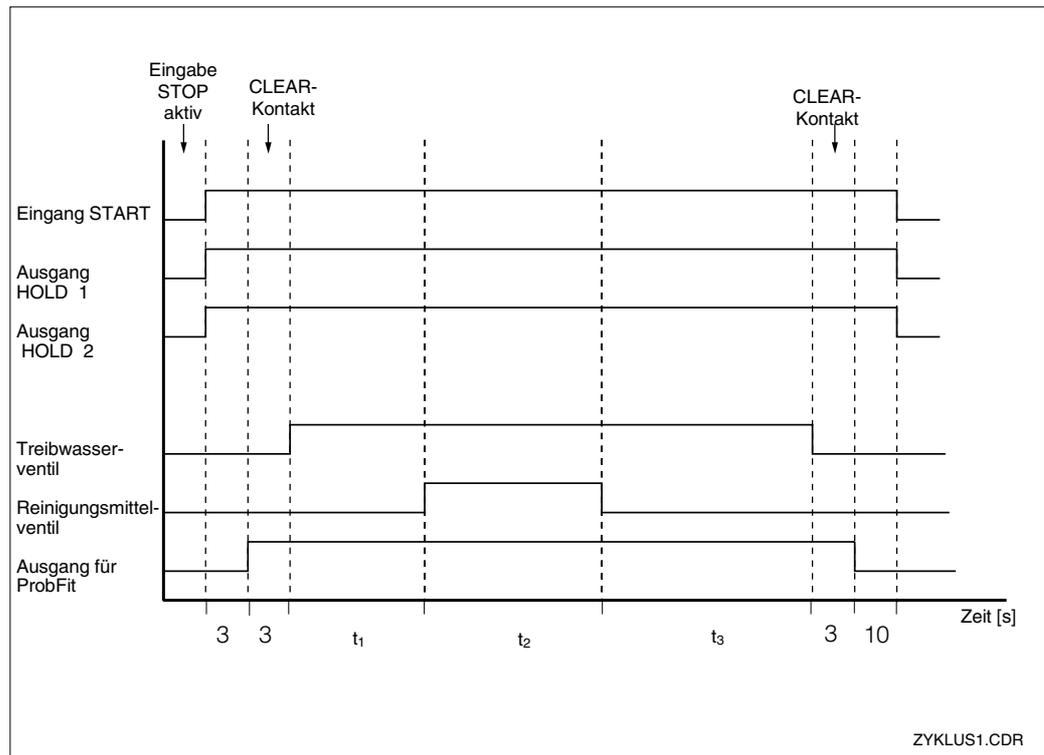
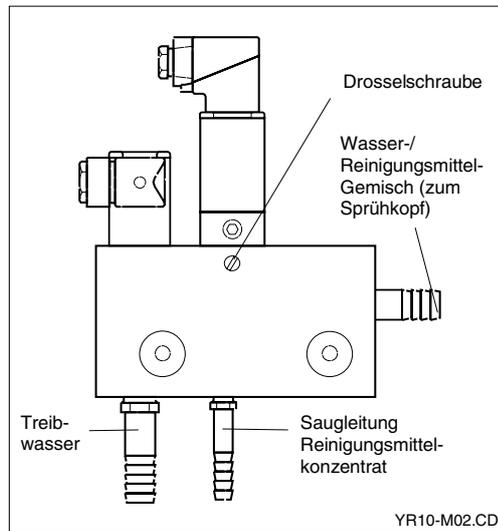

Bild 4.6
Bild 4.7 Injektor CYR 10
Das Mischungsverhältnis kann mit Hilfe einer Drosselschraube eingestellt werden, siehe Bild 4.6. Der Einfluss von Treibwasserdruck und Mediumsgegendruck ist in Bild 4.7 dargestellt.
- Der Vordruck des Treibwassers sollte 2 ... 12 bar betragen (siehe Kennliniendiagramm, Bild 4.7).